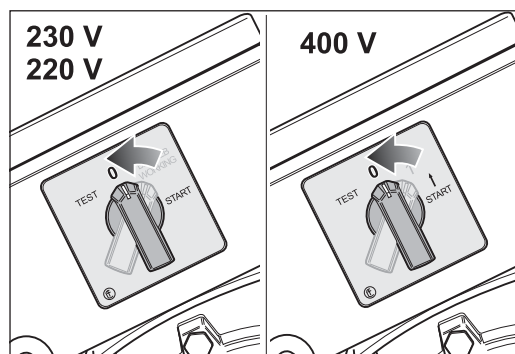

Abb. 21 Zum Ausschalten der Maschine den Schalterknopf auf Stellung -0- drehen. **Abbildung ähnlich.**
- 2 Drehen Sie den Schalterknopf am Motor auf Stellung -0- (Abb. 21).